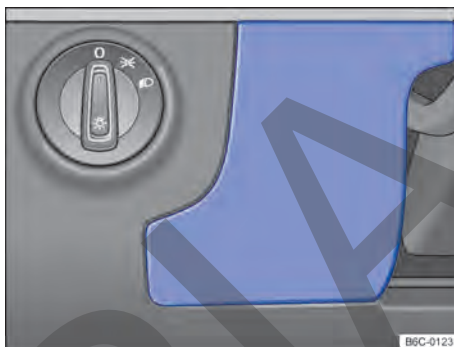

Fig. 171 Del lado del conductor en el panel de instrumentos: cubierta de la caja de fusibles.
- Sostener la cubierta de la caja de fusibles → fig. 171 y tirar hacia adelante.